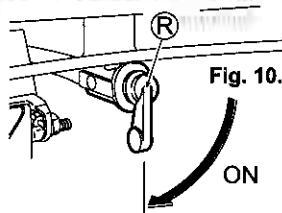

Fig. 10.
2 Placez le robinet de carburant (R) sur la position "ON" (MARCHE). (Voir Fig. 10.)